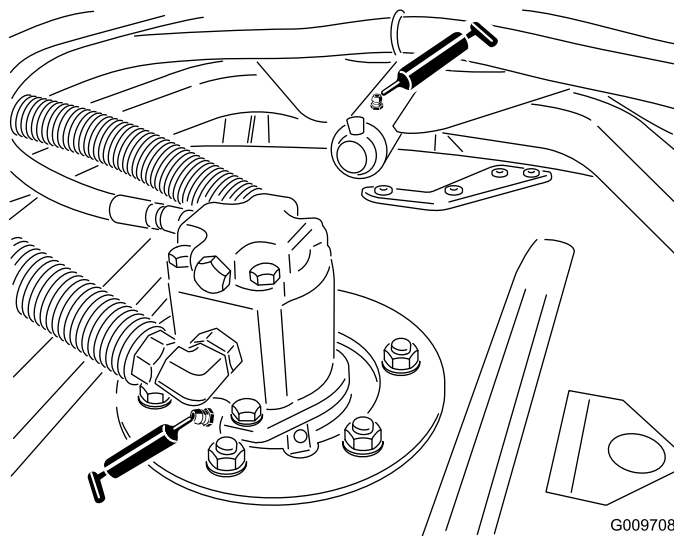

図 52
- カuttingユニットのスピンドルシャフトのベアリングユニット 2台に1ヶ所 図 52。
- カuttingユニットのキャリアアームのブッシュユニット 1台に1ヶ所 図 52。